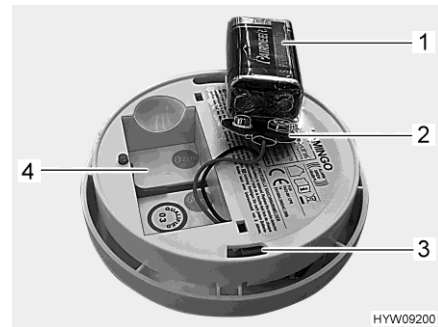

Fig. 147 Detector de humo (lado trasero)
- Sacar la pila y desconectarla de la conexión de pila (Fig. 147,2).
- Conectar la nueva pila (Fig. 147,1) en la conexión de pila (Fig. 147,2). En esto, asegurarse de que los polos de la pila engatillen en la conexión de pila.
- Insertar la pila en el compartimento de pilas (Fig. 147,4).
- Colocar el detector de humo (Fig. 148,1) en el soporte (Fig. 148,3). Las salientes de sujeción (Fig. 148,2) deberán engranar en los orificios (Fig. 147,3) en el detector de humo.